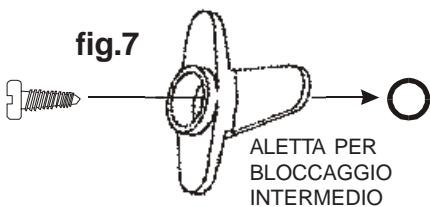

fig.7
- Fissare (con le viti apposite) i blocchi intermedi avendo cura di permettere la rotazione dell'aletta di bloccaggio (vedi fig. 7)